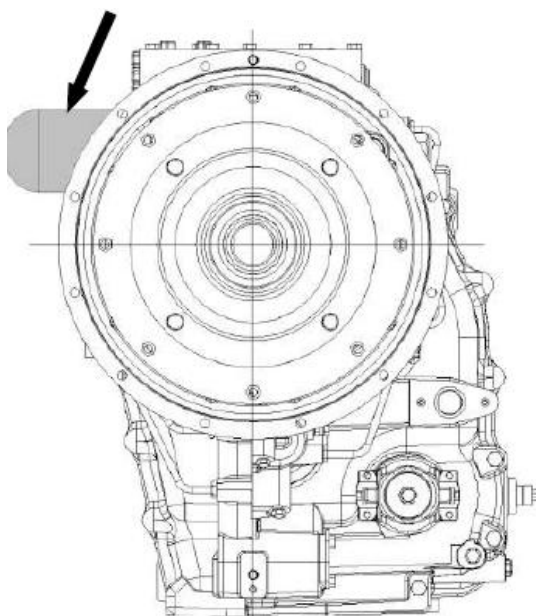

Рисунок 5.22 Фильтр
- ▶ Очистите поверхность фильтра см. рис.5.22. Следите за тем, чтобы грязь не попала в контур.